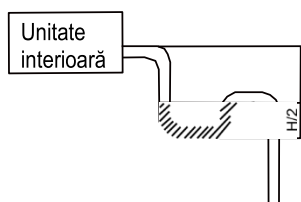

Fig.21
- (5.) Dacă debitul de aer al unității interioare este ridicat, acest lucru poate provoca presiune negativă și poate duce la aspirarea aerului exterior. Prin urmare, capcana de apă de tip U trebuie proiectată pe partea de drenaj a fiecărei unități interioare. (Fig.21)